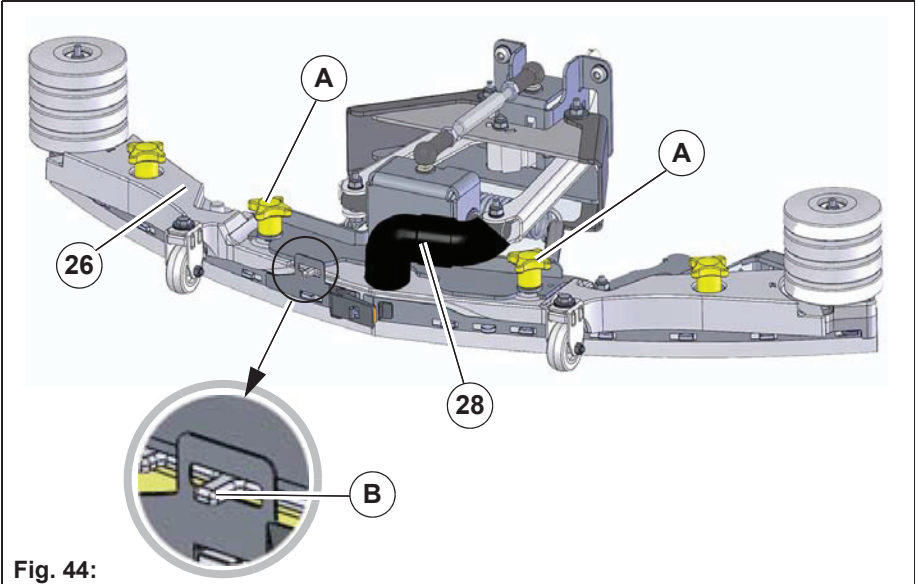
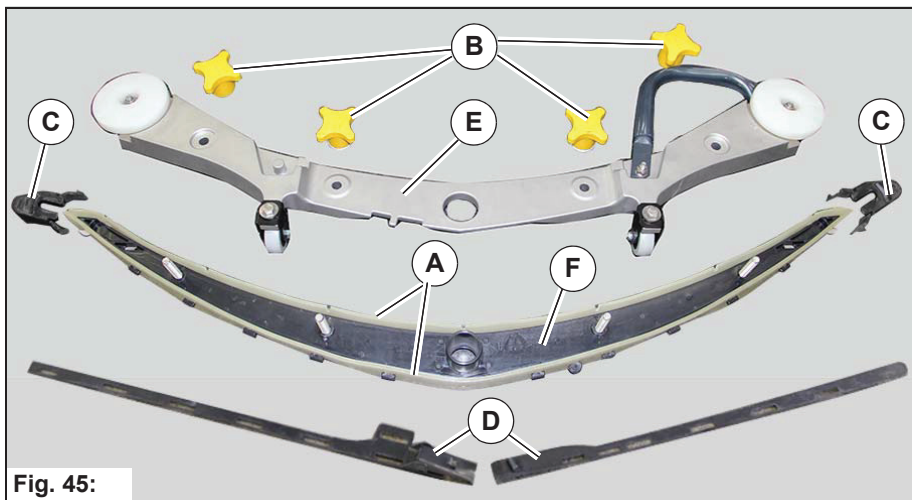

Fig. 44:
Fig. 45:
1. Extraire le tuyau d'aspiration **Fig. 44-28**, desserrer les deux poignées-étoiles **Fig. 44-A** et retirer le pied d'aspiration.
Contrôler une fois par semaine que les bandes d'étanchéité **Fig. 45-A** du pied d'aspiration ne présentent pas de signe d'usure et qu'elles sont en bon état. Si le bord d'étanchéité de la bande d'étanchéité est usé ou endommagé, celle-ci doit être retournée ou remplacée. Chaque bande d'étanchéité peut être utilisée quatre fois avant de devoir être remplacée.
2. Desserrer les poignées-étoiles **Fig. 44-A** et retirer le pied d'aspiration.
3. Comprimer les capuchons de protection **Fig. 45-C** et les retirer.
4. Desserrer la bande de serrage **Fig. 45-D** et l'enlever de l'élément de verrouillage **Fig. 44-B**.
5. Tirer le corps en aluminium **Fig. 45-E** vers le haut.
6. Retirer les bandes d'étanchéité **Fig. 45-A** du corps en plastique **Fig. 45-F**.